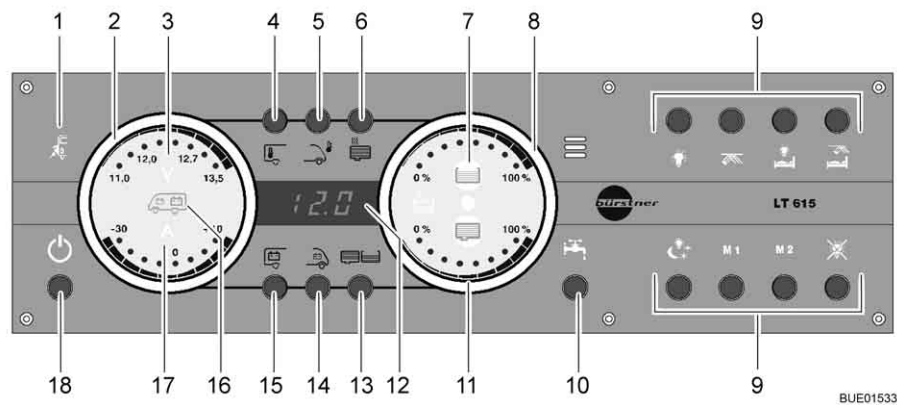

Fig. 154 Pannello di controllo LT 615
La spia di controllo a 230 V (Fig. 154,1) si accende quando all'ingresso della centralina elettrica è presente una tensione di rete. Le batterie vengono caricate.
L'interruttore principale a 12 V (Fig. 154,18) inserisce o disinserisce il pannello di controllo e l'alimentazione a 12 V dell'abitacolo.
- Premere brevemente il tasto dell'alimentazione a 12 V (Fig. 154,18). L'alimentazione a 12 V dell'abitacolo è inserita. L'indicatore di controllo "12 V" si accende.
- ▷ Se dopo l'accensione il LED "11,0" dell'indicazione dei Volt nonché il simbolo dei Volt "V" (Fig. 154,3) nell'indicatore delle batterie (Fig. 154,2) lampeggiano, significa che la tensione della batteria dell'abitacolo è insufficiente. Caricare la batteria.
- ▷ Se dopo l'accensione l'indicatore di controllo "12 V" e il simbolo dei Volt "V" (Fig. 154,3) lampeggiano tre volte, significa che la separazione della batteria è attivata. Disattivare la separazione della batteria.
- ▷ Se il pannello di controllo è spento e il simbolo "V" (Fig. 154,3) lampeggia di luce rossa, significa che la batteria è scarica. Per evitare che la batteria si scarichi completamente, non è più possibile accendere il pannello di controllo. Provvedere quanto prima a ricaricare la batteria.
- Premere brevemente il tasto dell'alimentazione a 12 V (Fig. 154,18). L'alimentazione a 12 V dell'abitacolo è disinserita. L'indicatore di controllo "Alimentazione a 12 V" si spegne.
- Premere il tasto della batteria dell'abitacolo (Fig. 154,15) e tenerlo premuto per ca. 10 secondi. Il simbolo dei Volt "V" (Fig. 154,3) e l'indicatore di controllo "12 V" lampeggiano tre volte. La batteria dell'abitacolo è separata dalla rete di bordo da 12 V.
- Premere il tasto "Alimentazione a 12 V" (Fig. 154,18) e tenerlo premuto per ca. 5 secondi. Il simbolo dei Volt "V" (Fig. 154,3) e l'indicatore di controllo "12 V" lampeggiano tre volte. La batteria dell'abitacolo è collegata alla rete di bordo a 12 V. L'indicatore di controllo si accende dopo ca. 5 secondi.
- Premere il tasto della batteria dell'abitacolo (Fig. 154,15). Il simbolo dei Volt "V" (Fig. 154,3) si accende. Il simbolo degli Ampere "A" (Fig. 154,17) diventa bianco o rosso a seconda del caricamento o dello scaricamento. La tensione della batteria e la corrente della batteria dell'abitacolo vengono indicate attraverso i LED nell'indicatore. La capacità residua della batteria dell'abitacolo è visualizzata in percentuale sul display.
- Premere il tasto della batteria di avviamento (Fig. 154,14). Il simbolo dei Volt "V" (Fig. 154,3) si accende. La tensione della batteria della batteria di avviamento viene indicata attraverso i LED nell'indicatore.
- Premere il tasto dei serbatoi (Fig. 154,13). I simboli del serbatoio dell'acqua (Fig. 154,7) e del serbatoio delle acque grigie (Fig. 154,11) si accendono. I livelli di riempimento del serbatoio dell'acqua (scala superiore) e del serbatoio delle acque grigie (scala inferiore) sono indicati dai LED nell'indicatore.
Il simbolo del serbatoio dell'acqua (Fig. 154,7) o il simbolo del serbatoio delle acque grigie (Fig. 154,11) lampeggia se il serbatoio dell'acqua è vuoto o il serbatoio delle acque grigie è pieno.